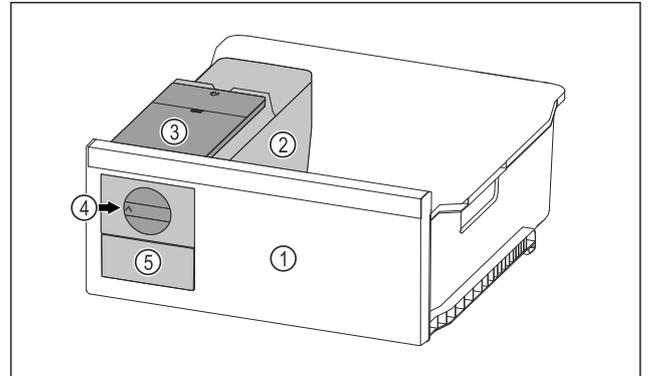

Fig. 84 Beispielhafte Darstellung
- ▶ Drehknopf Fig. 84 (4) im Uhrzeigersinn bis zum Anschlag drehen.
- ▷ Eiswürfel fallen aus der Eiswürfelschale in das Eiswürfelschubfach Fig. 84 (5).